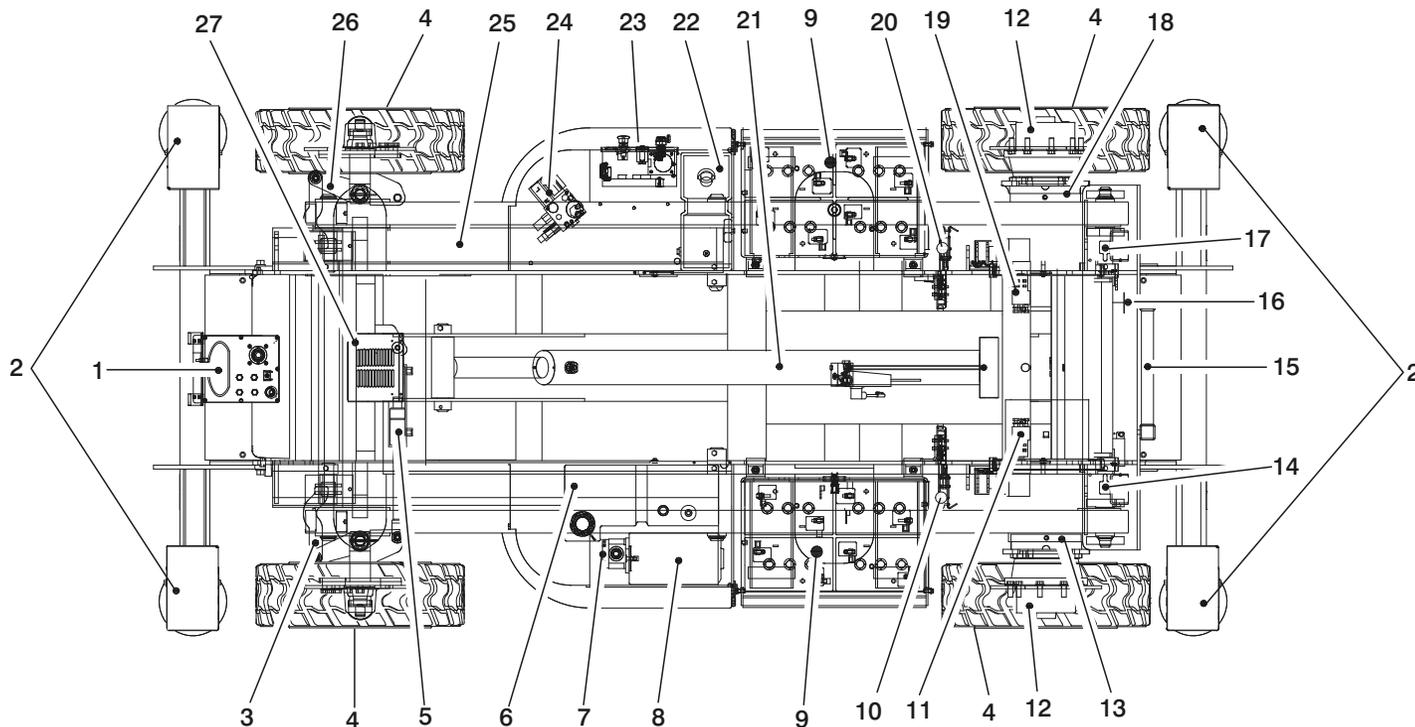

Figura 2-1. Inspección visual (Hoja 1 de 3)
5. **Inspección visual** – Consultar la Figura 2-1., Inspección visual (Hoja 1 de 3).